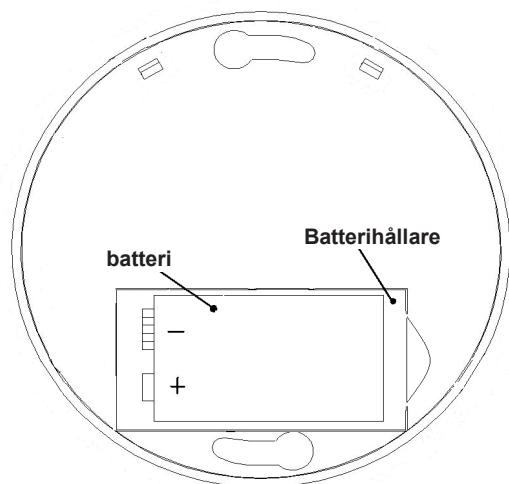

Bild 2
3. Fäst batteriet i dess hållare, montera brandvarnarens hölje på fästet och vrid det medurs (se bild 2).